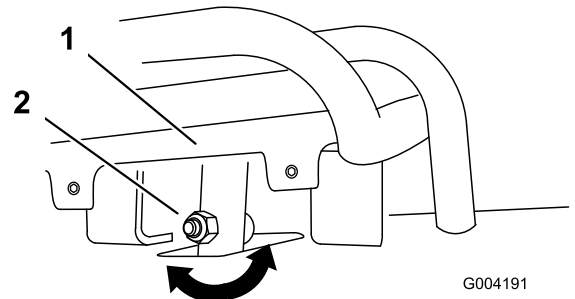

図 55
4. 全速後退位置にセットした走行コントロールバーが基準バーに対して適切に整列していない場合は、走行コントロールのステム部にあるナットとボルトをゆるめる 図 55。